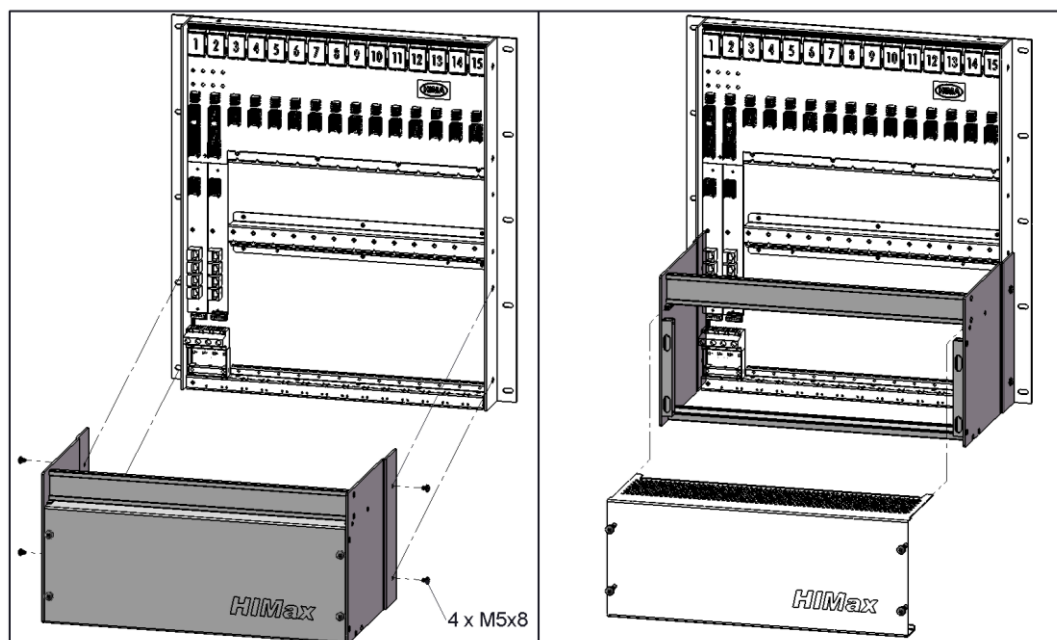

Fig. 11: Montaje de X-FRONT COVER en el rack
1. Coloque la cubierta X-FRONT COVER ensamblada en el rack. Véase Fig. 11.